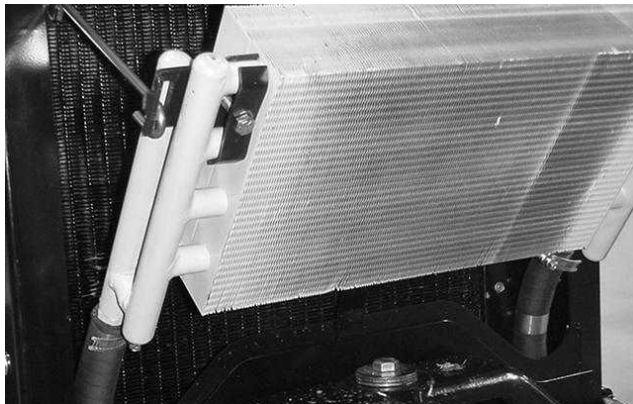

Bild 50
3. Entriegeln Sie den Ölkühler und schwenken ihn nach hinten (Bild 50). Reinigen Sie beide Seiten des Ölkühlers und des Motorkühlers gründlich mit Wasser oder mit Druckluft. Schwenken Sie den Ölkühler in seine ursprüngliche Position zurück.